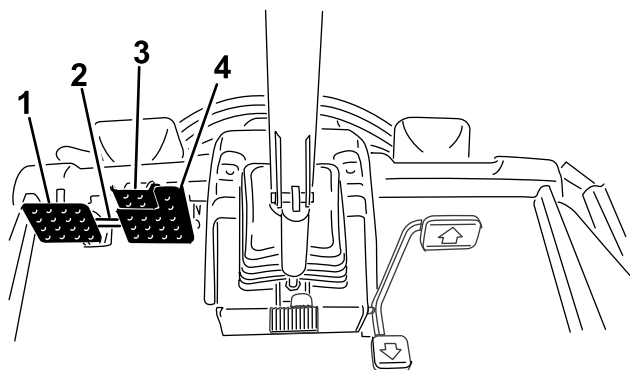

Figure 25
- Détachez le verrou de blocage des pédales (Figure 25).